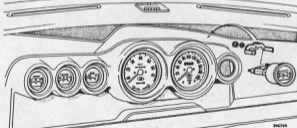

Abb. 3
- (1) Vergaser-Luftreiniger ausbauen.
- (2) Die vier Schrauben abnehmen und Zugangtafel von der Motorspritzenwand lösen (Abb. 3).
- (3) Tachometerkabel abziehen (Abb. 3).
- (4) Die vier Schrauben entfernen, die das Armaturenbrett an der Motorspritzenwand sichern (Abb. 3).
- (5) Armaturenbrett von unterhalb der oberen Armaturenbretttafel abheben um hinten an die Instrumente gelangen zu können (Abb. 3).
- (6) Auf die elektrischen Anschlüsse sowie die Lage der Stromfesslungen der Warn- und/oder Armaturenbrettleuchten zu den auszubauenden Instrumenten achten. Alle Anschlüsse an den Instrumenten lösen.
- (7) Nadelmutter losschrauben, Haltebügel abnehmen und Instrumente ablesen (Abb. 3).